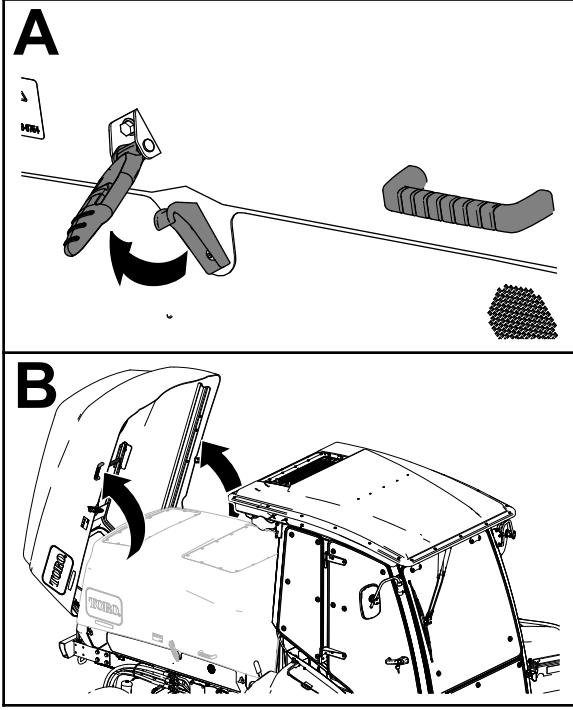

Figure 3
- Ouvrez les fermetures du capot de chaque côté de celui-ci (Figure 3).
2. Ouvrez le capot (Figure 3).